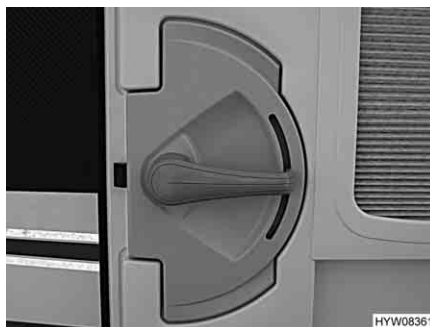

Fig. 21 Serratura della porta, lato interno, aperta
- Premere la maniglia della porta (Fig. 21) verso il basso.